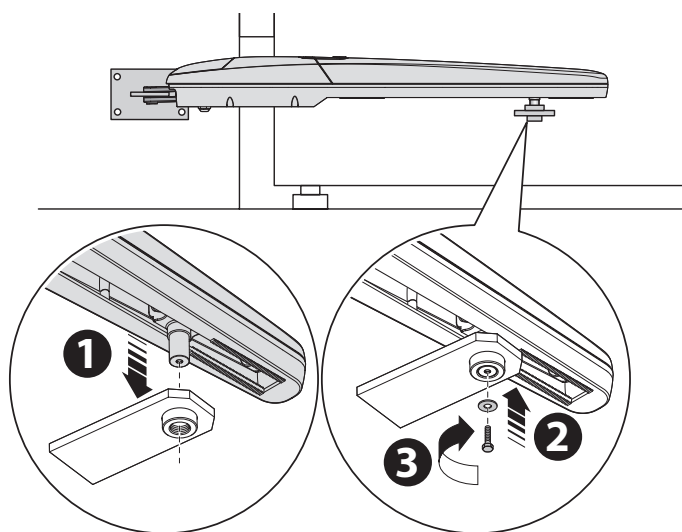

Fig. 7
01. Fixe o motor ao suporte como exemplificado na fig. 7, usando o parafuso e anilha fornecido.